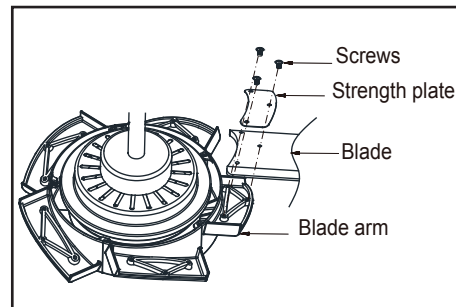

Figura 12
1. Alinea los orificios de la placa resistente y los orificios del asa con los del brazo del asa; asegura con los tornillos incluidos (Figura 12).